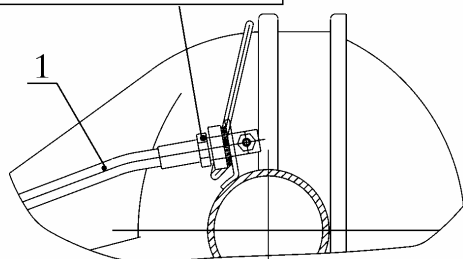

Рис. 18. Установка тормозного шланга:
7) наконечник шланга 1 (рис. 18) затянуть с моментом, обеспечивающим герметичность соединения